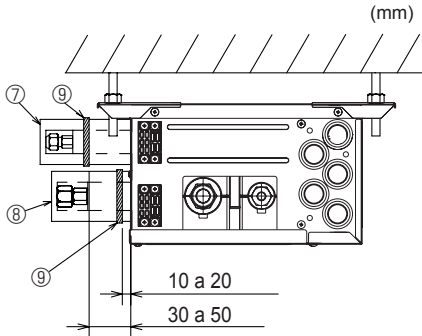

Fig. 7-4
► Utilice los siguientes procedimientos para la parte de conexión interior cuando la unidad interior no está conectada. (Fig. 7-4)
- (1) Para evitar fugas de refrigerante, asegúrese de que las tuercas abocardadas están apretadas según los pares* especificados en la tabla 3.
- (2) Para evitar la condensación, instale las cubiertas de las tuberías 7 8 contra la unidad y apriételas con las cintas suministradas 9.